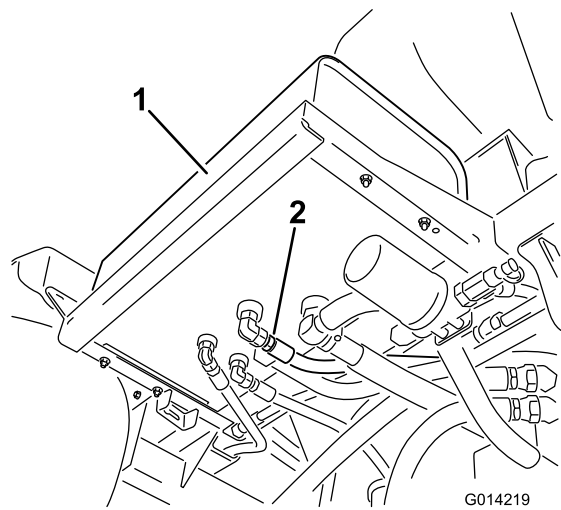

图93
2. 清洁液压油箱底部的 1 个液压软管接头周围的区域 图 93。
4. 从油箱上拆下软管接头将油排放到盘中 图93。